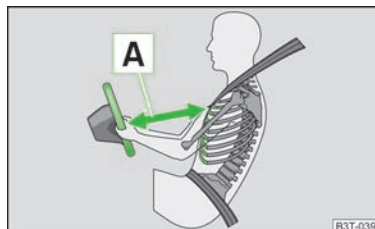

Fig. 81
- È importante che il conducente e il passeggero anteriore mantengano una distanza di almeno 25 cm rispettivamente dal volante e dalla plancia» **fig. 81 A**. Se non si rispetta questa distanza minima, il sistema airbag non può proteggere - pericolo di morte! Inoltre, i sedili anteriori devono sempre essere regolati in funzione della statura degli occupanti.